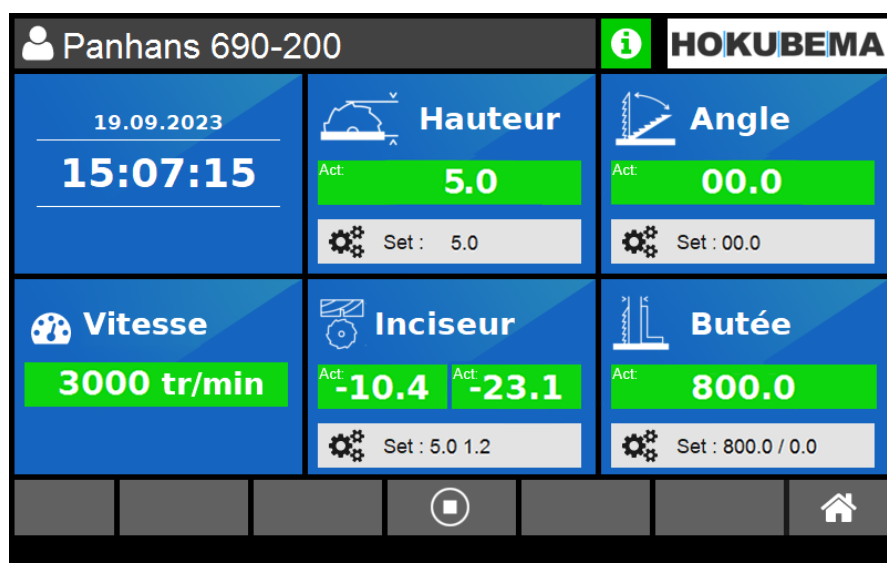

Figure 45 : éléments de commande « machine »
1. Sélectionnez le bouton « **Hauteur** » (⇒ Figure 45).
1. Sélectionnez le bouton « **Angle** » (⇒ Figure 45)
3. Dans l'écran « **Hauteur** », sélectionnez le bouton  (⇒ Figure 45) et saisissez la valeur 50,00. Ensuite, confirmez cette valeur avec .